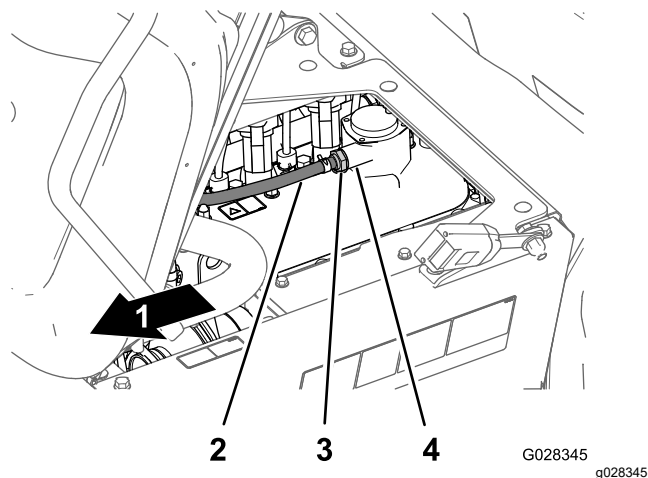

图 69
2. 从阀盖接头上拆下 PCV 阀图 69。
注意 如果阀门的内节流器发出咔嗒声表示 PCV 阀可用如果内节流器在摇动时无法自由发声则应更换 PCV 阀图 69。
4. 插入 PCV 阀直到其在阀盖接头的密封件内完全到位图 69。